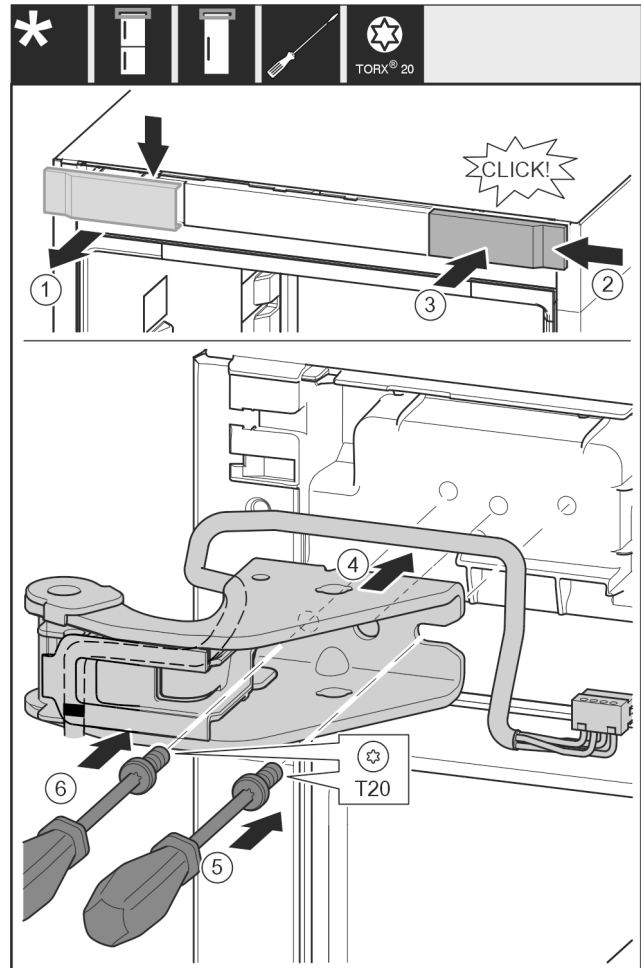

Fig. 22
- ▶ Afdekking van boven af naar voren lostrekken. Fig. 22 (1)
- ▶ Afdekking 180° gedraaid aan de andere zijde van rechts inhangen. Fig. 22 (2)
- ▶ Afdekking vastklikken. Fig. 22 (3)
- ▶ Bovenste lagerbok bevestigen. Fig. 22 (4)
- ▶ Schroef met schroevendraaier T20 plaatsen en vastdraaien. Fig. 22 (5)
- ▶ Schroef met schroevendraaier T20 insteken en vastdraaien. Fig. 22 (6)